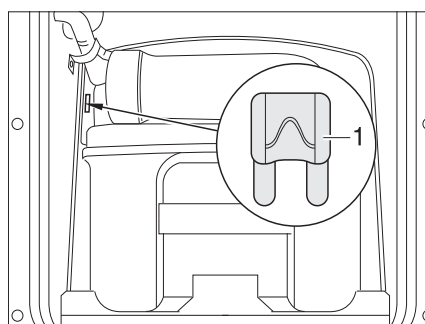

Fig. 97 Fusible del inodoro Thetford
- Cambiar el fusible (Fig. 97,1).